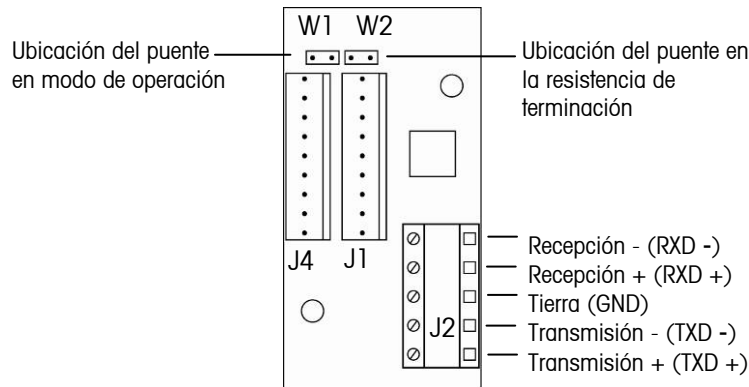

Figura 2.2 Conexiones de la RS485
- Conecte los hilos en el bloque de terminales J2 como se indica en la Figura 2.2.